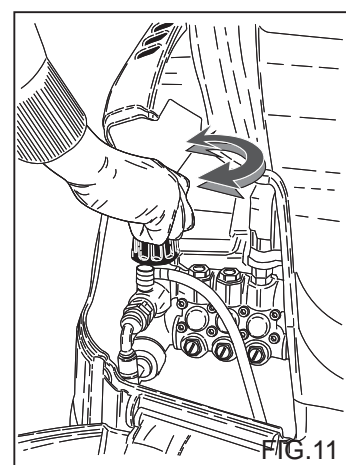

FIG. 11
Trykkregulatoren, fig. 11 gjør at brukeren kan regulere arbeidstrykket. Når knapp C vris moturs (B) (minimum), reduseres driftstrykket.